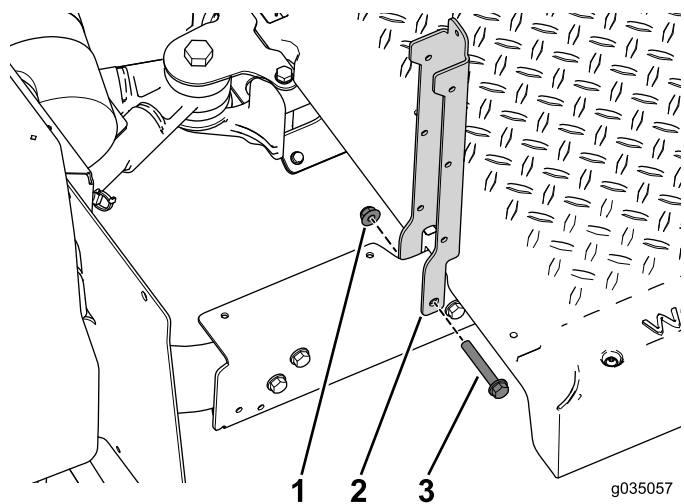

Bild 38
2. Befestigen Sie die Sitzstützen mit den zwei Schrauben ($\frac{3}{8}$ " x $2\frac{1}{2}$ ") und Bundmuttern am hinteren Abschnitt der Maschine (Bild 38).